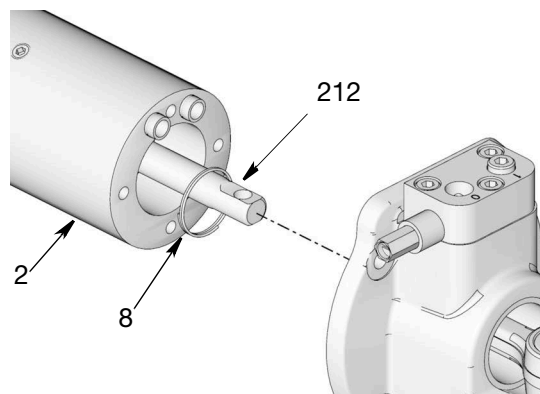

Рис. 27
12. Отделите выталкивающий шток (212) от соединительного штока (102) и разделите эти секции. Отложите секцию (102) в безопасное место. Она потребуется Вам для обратной сборки (Рис. 27).